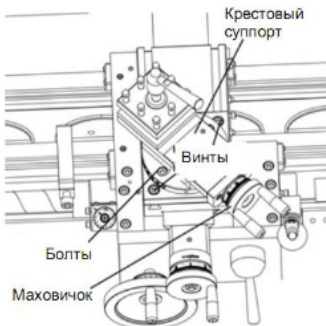

Рис. 13 Регулировка крестового суппорта.
1. Ослабить зажимные болты (Рис. 13), чтобы позволить ему вращаться.
5. Ослабить зажимные винты (Рис. 13) для возможности поперечного хода.